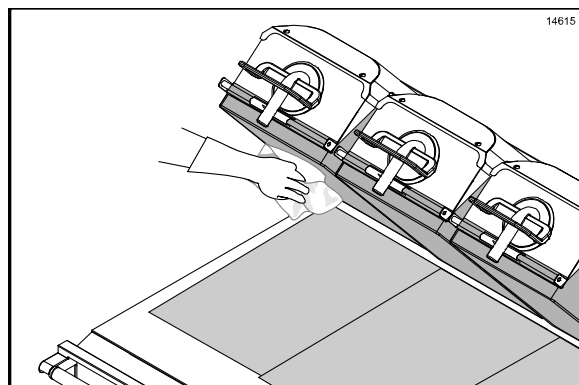

Figura 44
11. Use o pano umedecido com solução de limpeza para limpar as superfícies expostas das folhas antiaderentes superiores e inferiores. (Veja a Figura 44.)